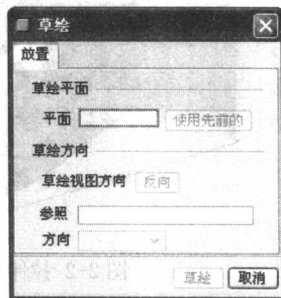
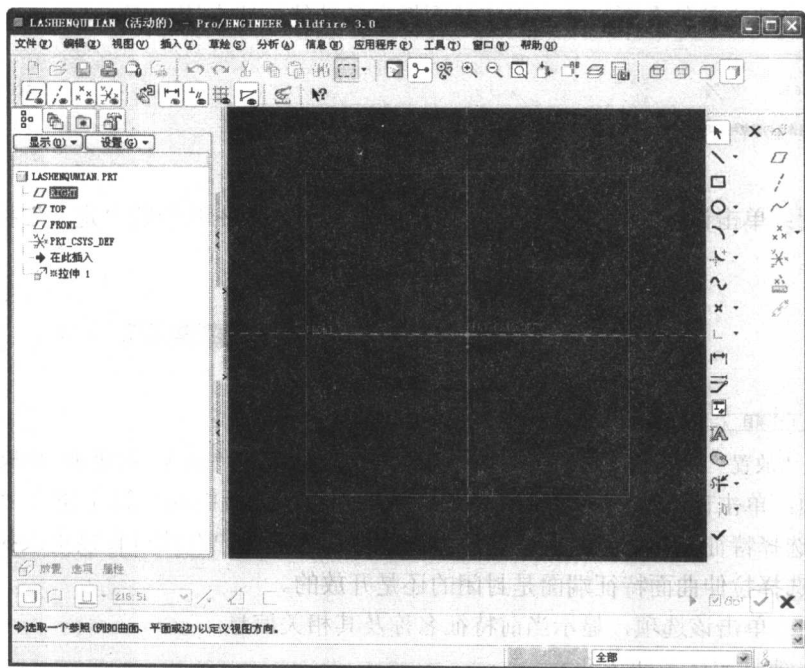

图 2-7 “草绘”对话框
图 2-8 草绘状态界面
(1) 单击系统工具栏的“新建”图标按钮, 保持默认值, 单击“确定”按钮, 进入零件设计工作界面。
(2) 单击特征工具栏中的“拉伸工具”按钮, 使用特征面板中的按钮, 单击“放置”按钮, 单击其中的“定义”按钮, 以绘制拉伸截面。系统弹出如图 2-7 所示的“草绘”对话框。选择 TOP 面为草绘平面, 接收系统默认草绘方向, 单击“草绘”按钮, 系统进入草绘状态界面。如图 2-8 所示。